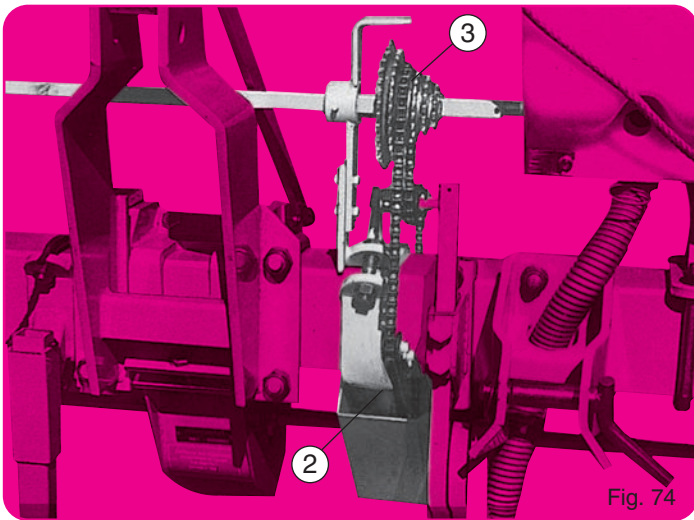

Fig. 74
**L'entraînement se monte normalement au centre de la machine au plus près de la boîte de distances (fig. 74).**
As shown on the opposite page, for exact placement see also pages 2 + 3 for each planter version. The drive is normally mounted in the center of the machine as close as possible to the left side of the gearbox (fig. 74).
Der Antrieb ist normal in der Mitte der Maschine montiert, möglichst dicht auf der rechten Seite vom Wechselgetriebe (Abb. 74).